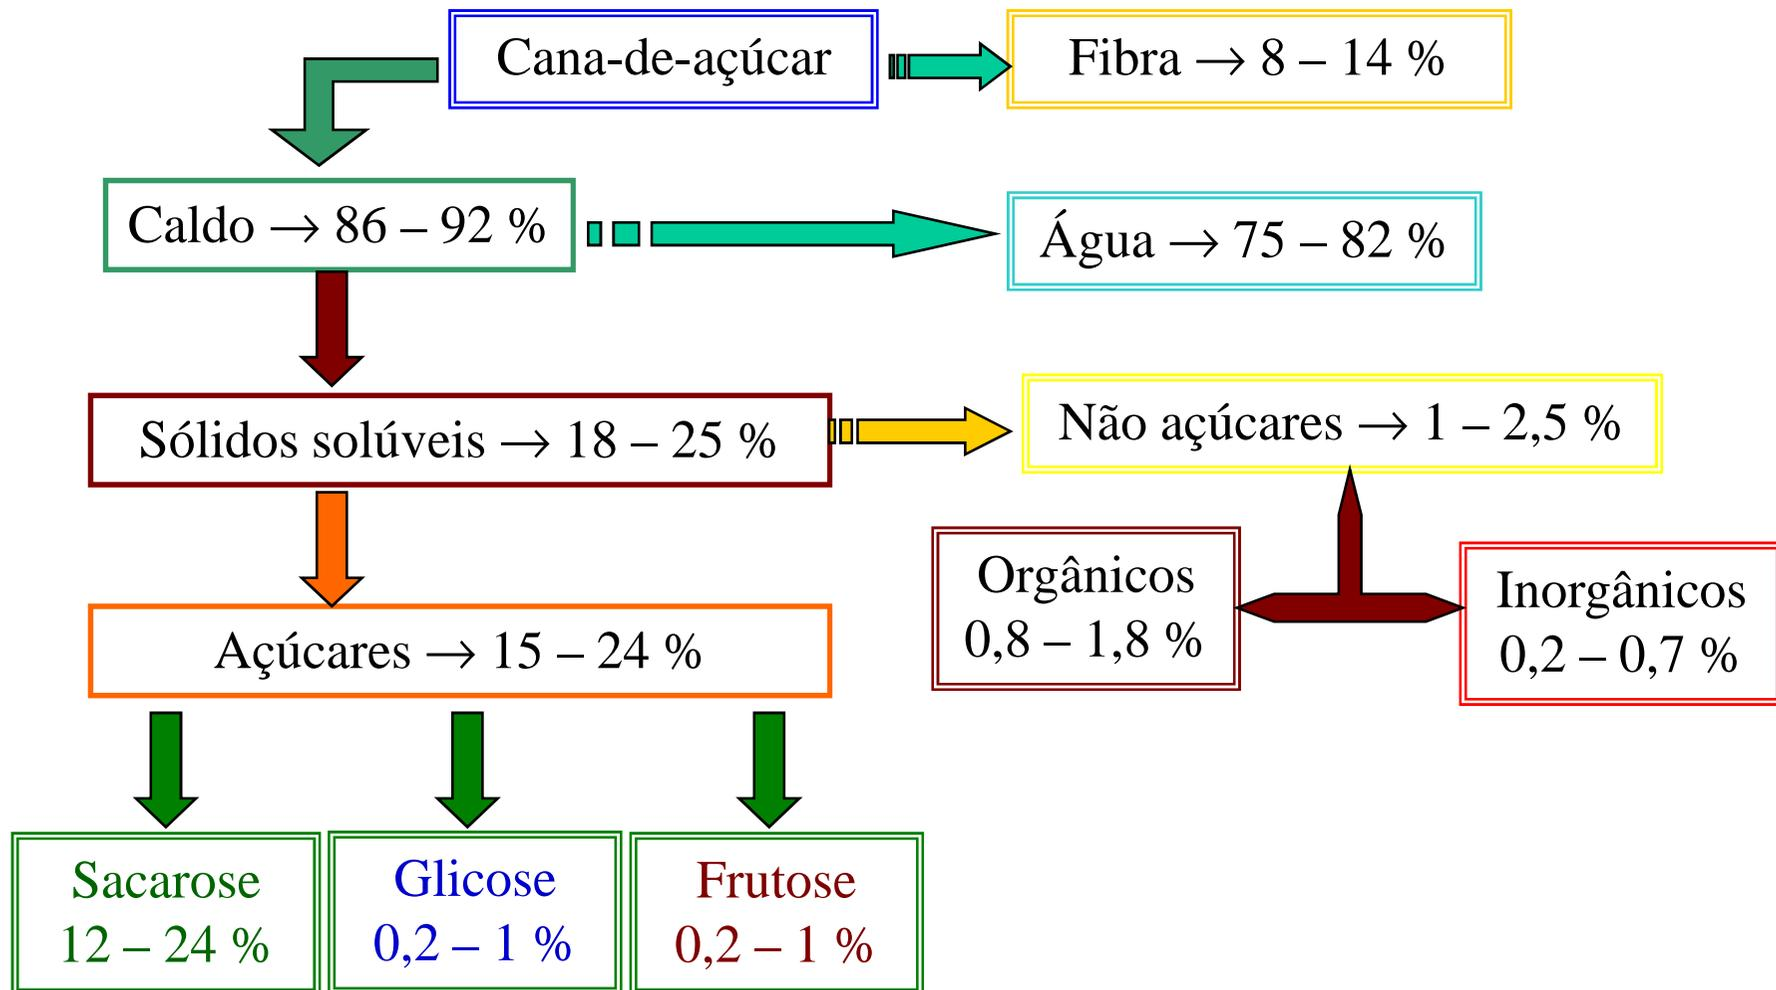

Figura 1 – Características tecnológica quantitativas da cana-de-açúcar
- ❖ Os principais grupos de variedades de cana-de-açúcar são: precoce, médias e tardias (Figura 1)